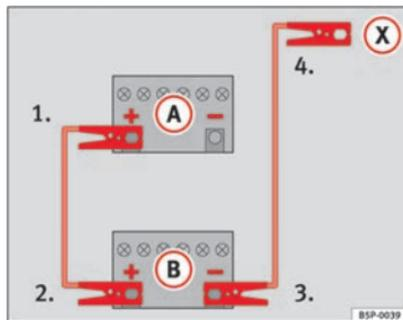

Abb. 162 Anschlussschema für Fahrzeuge ohne Start-Stopp-System.
2. Klemmen Sie ein Ende des *roten* Starthilfekabels an den Pluspol \oplus des Fahrzeugs mit der entladene Fahrzeugbatterie \textcircled{A} an \Rightarrow Abb. 162.
4. **Bei Fahrzeugen ohne Start-Stopp-Betrieb:** Klemmen Sie ein Ende des *schwarzen* Starthilfekabels an den Minuspol \ominus des stromgebenden Fahrzeugs \textcircled{B} \Rightarrow Abb. 162.